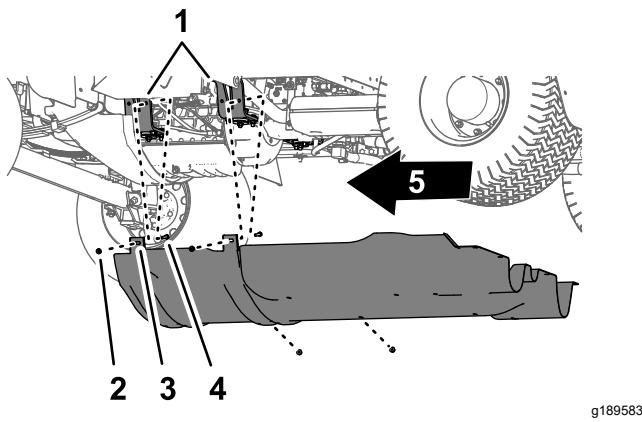

図 63
- キャリッジ下シュラウドの取り付けタブをエンジン搭載ブラケットに固定しているボルトおよびキャリッジボルトのフランジロックナット $5/16$ " 4個を取り外す図 63。
と図 63。
わせる図 63 キャリッジ下シュラウドを取り外す
り付けタブを入れる図 63 キャリッジ下シュラウド
とボルトに組み付ける図 63ステップ2 キャリッジ